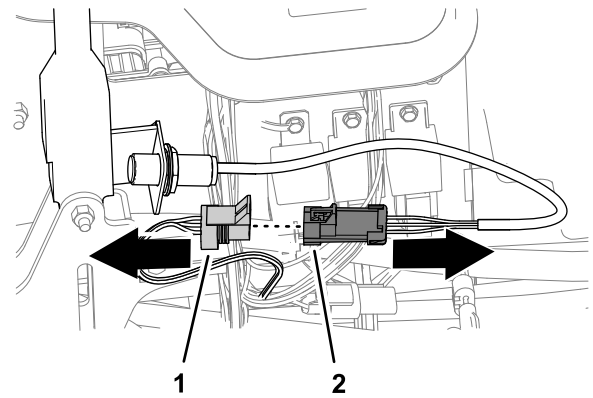

Figura 14
1. Scolgate il connettore a 3 prese dell'interruttore del freno di stazionamento dal connettore a 3 pin del cablaggio preassemblato della macchina (Figura 14).